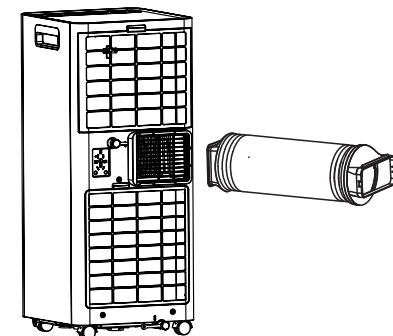

Fig. 8
- 10.) Comme indiqué dans la Fig. 8, Tirez sur les différents composants de la plaque d'étanchéité pour l'ouvrir et réglez l'ouverture afin que les deux extrémités soient en contact avec le châssis de la fenêtre, puis fixez les différents composants de l'ensemble.